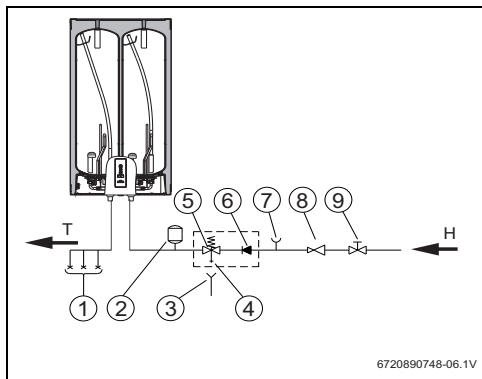

Fig. 7 Sistema fechado (pressurizado)
- ▶ No caso de sistema fechado sob pressão (Fig 7.) devem ser utilizadas torneiras misturadoras sob pressão nos pontos de consumo.
- ▶ Montar a válvula de segurança na ligação de água fria do termoacumulador (Fig. 7).
- ▶ instalar uma válvula redutora (Fig. 7). A válvula de segurança vai atuar sempre que a pressão da água no termoacumulador for superior a 9bar ( $\pm 0,5$  bar), pelo que é necessário prever uma forma de canalizar o escoamento dessa água.